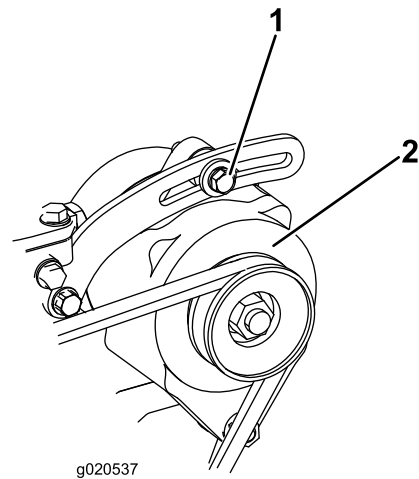

Bild 89
1. Lockern Sie bei einer Durchbiegung von mehr oder weniger als 10 mm die Befestigungsschrauben der Lichtmaschine (**Bild 89**).